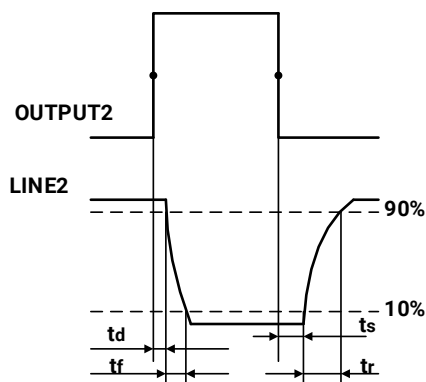

图 7-10 Line2 输出电路参数
- 上升沿延时= t_d+t_f : $<20\mu\text{s}$ ($0^{\circ}\text{C}\sim 45^{\circ}\text{C}$), 参数说明见图 7-10
- 下降沿延时= t_s+t_r : $<20\mu\text{s}$ ($0^{\circ}\text{C}\sim 45^{\circ}\text{C}$), 参数说明见图 7-10